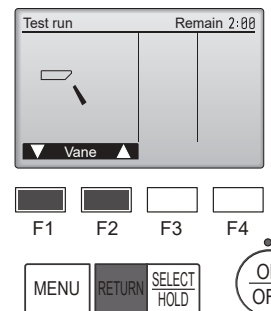

Fig. 6-6
- ① Compruebe la paleta automática con los botones [F1] [F2]. (Fig. 6-6)
- ② Pulse el botón [RETURN] (Volver) para volver a "Test run" (Modo prueba).
- ③ Pulse el botón [ON/OFF].